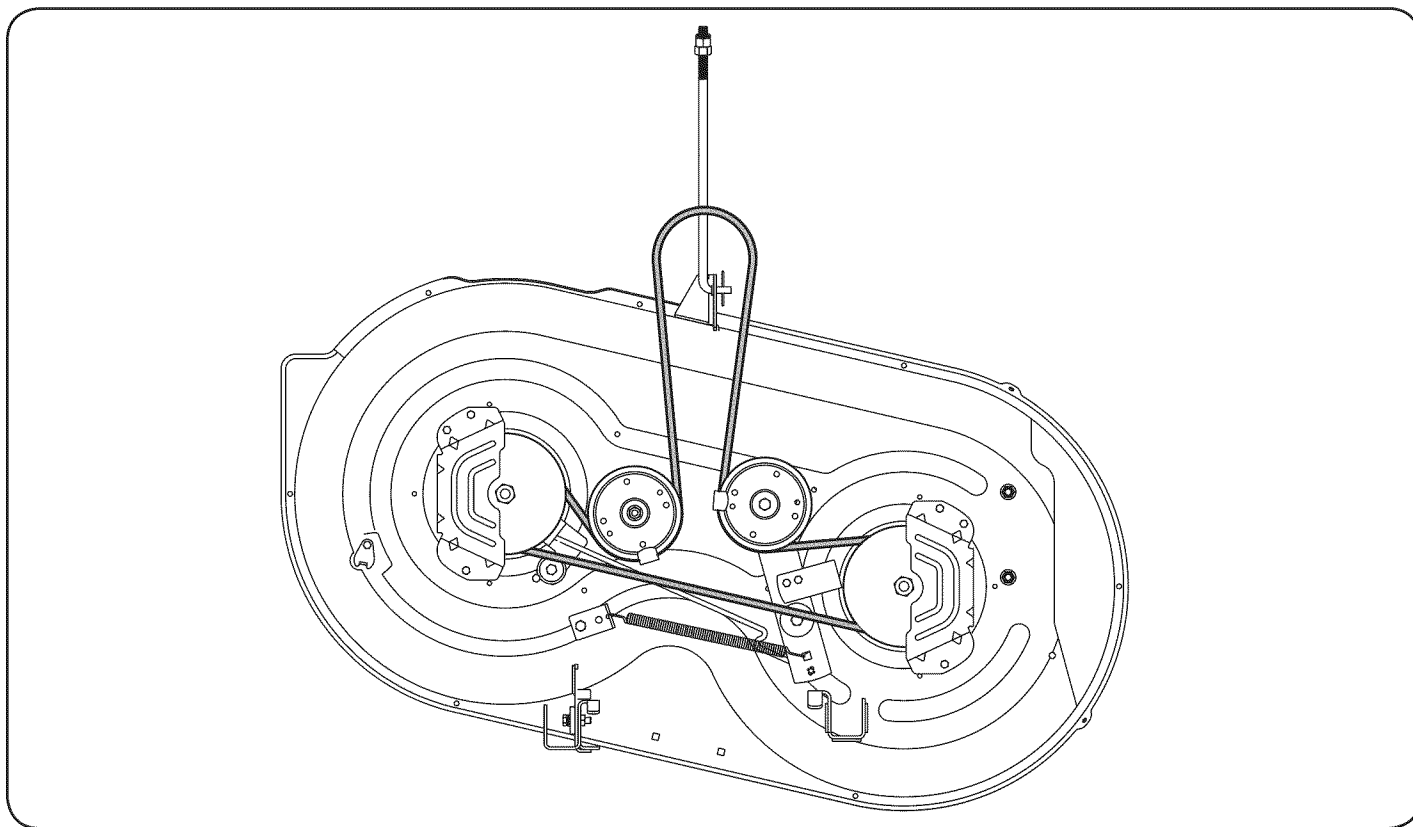

Figura 22
9. Vuelva a instalar la cubierta, asegurándose de que la cinta sigue siendo derrotados en las poleas con las instrucciones. El enrutamiento de banda completa se muestra en la figura. 22.